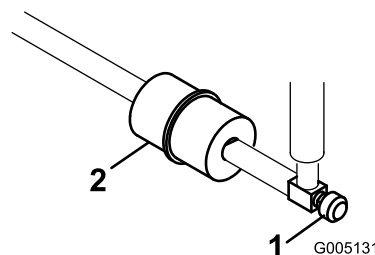

図 42
インラインタイプの燃料フィルタが、燃料タンクとキャブレタの間に設置してあります 図 42。
- 燃料バルブを閉じる 図 42。
- フィルタの下に回収容器を置き、フィルタのキャブレタ側のホースクリップをゆるめて燃料ラインからフィルタを外す (図 42)。
- もう一方のホースクリップをゆるめてフィルタを取り出す 図 42。